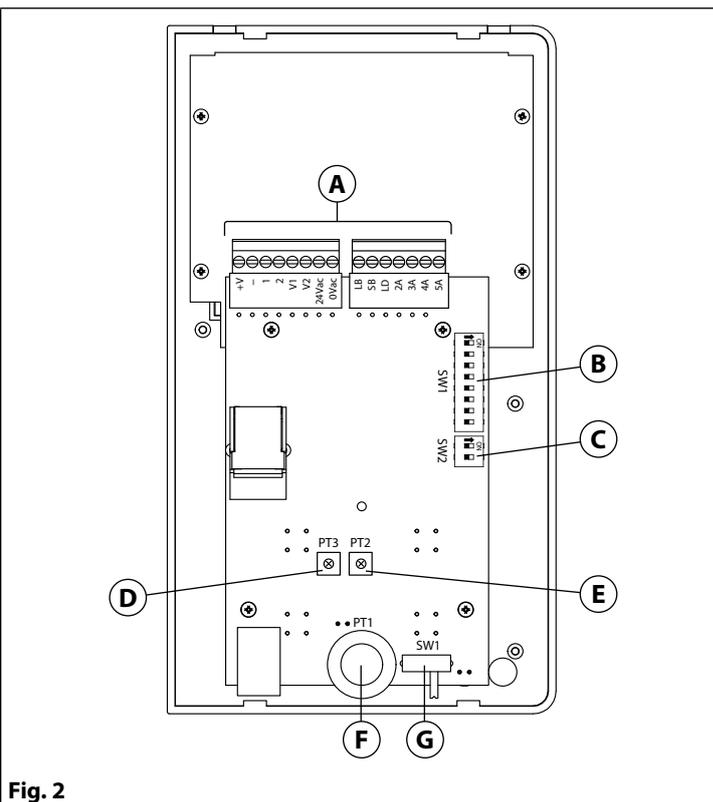

Fig. 2
- Tirare verso l'esterno la parte superiore del coperchio come mostrato in Fig. 2. **Non tirare il coperchio in direzione dritta.**